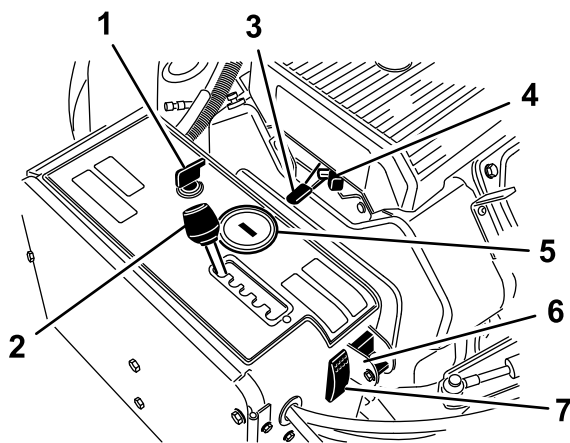

Figure 14
Le commutateur d'allumage (Figure 14) sert à démarrer et arrêter le moteur. Il a 3 positions :
Placez le levier (Figure 14) dans la position correspondant à l'espacement des trous voulu ou à la position « T » pour le transport.
La commande d'accélérateur (Figure 14) permet de régler le régime moteur. Déplacez la commande en avant (position HAUT RÉGIME) pour augmenter le régime moteur ou en arrière (position BAS RÉGIME) pour le réduire. Le régime moteur régule la vitesse de la tête d'aération et commande la vitesse de déplacement de la machine.
- Lorsque le moteur s'arrête, le compteur horaire/compte-tours (Figure 14) affiche le nombre d'heures de fonctionnement du moteur.
Utilisez le volet de départ pour démarrer le moteur à froid (Figure 14).
Tournez le sélecteur vers le bas pour désactiver la fonction TrueCore (Figure 14). Retirez le boulon pour accéder au sélecteur manuel.
Appuyez sur l'interrupteur de réinitialisation du système (Figure 14) pour lever la tête d'aération si la machine tombe en panne (par exemple, panne de carburant).